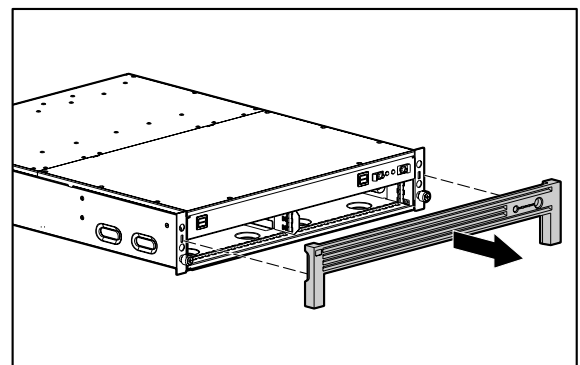

Figure 6 : Retrait du cache
1. Retirez le cache de la face avant du châssis, comme le montre la Figure 6.